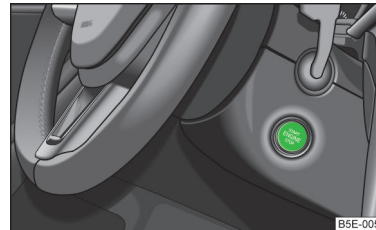

Fig. 118
- Coupez le moteur ou le contact en appuyant sur le bouton du démarreur » fig. 118.
- Appuyez brièvement sur le bouton du démarreur » fig. 118 à la page 123 : le contact est mis.
- Appuyez brièvement sur le bouton de démarrage » fig. 118 à la page 123 – le moteur démarre.
➤ Appuyez brièvement sur le bouton du démarreur » fig. 118 à la page 123 : le contact est coupé.
- Coupez le moteur en appuyant sur le bouton du démarreur » fig. 118 à la page 123, le contact se coupe également.
➤ Appuyez sur le bouton du démarreur » fig. 118 à la page 123 pendant plus d'1 seconde ou appuyez dessus une deuxième fois dans la seconde qui suit.